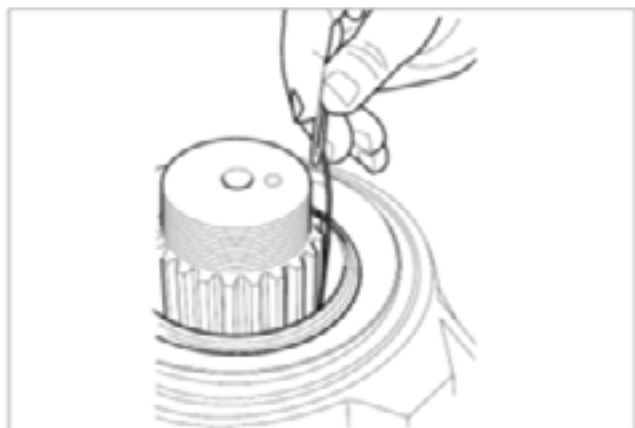

Fig. 4.11
6. Verifique se a mola do vedador permaneceu na posição. (Fig. 4.11)